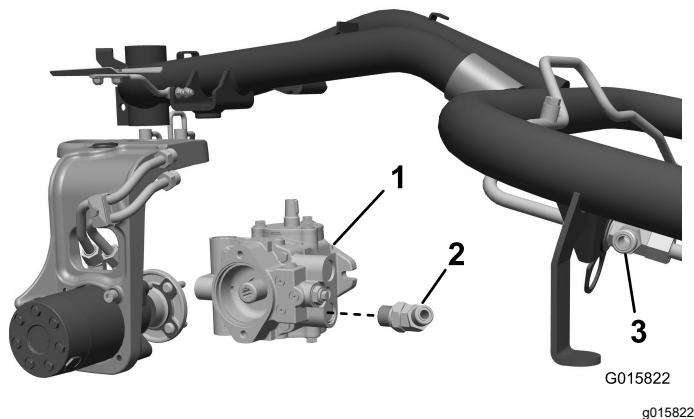

Bild 7
1. Trennen Sie den unteren hydraulischen Pumpenschlauch von der Pumpe und vom oberen Schott-T-Anschlussstück zu den Frontmotoren. Legen Sie den Schlauch ab (Bild 7).
Lassen Sie das Anschlussstück locker, nach oben und außen ausgerichtet (Bild 7).